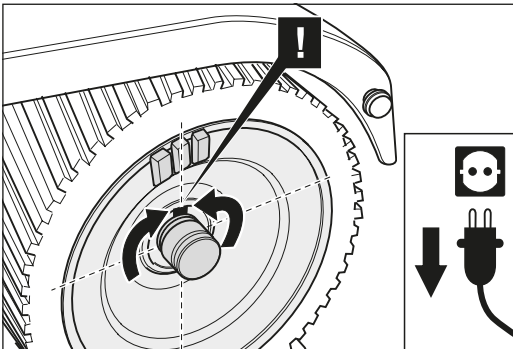

Fig. 40 Tournez le tambour de manière que la rainure soit dirigée vers le haut pour que le ressort d'ajustement ne se perde pas.
- Tournez le tambour de manière à ce que le ressort d'ajustement soit dirigé vers le haut (fig. 40). Dégagez maintenant le tambour latéralement du boîtier.